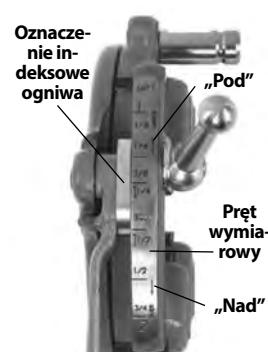

Rys. 8 – Wkładanie noży
4. Wyciągnąć wypust podkładki z gniazda w pręcie wymiarowym. Przesunąć podkładkę do końca gniazda (Rys. 8).
6. Włożyć w głowicę gwiniarską odpowiednie noże krawędzi z numerami do góry, aż linia wskaźnikowa wyrówna się z krawędzią głowicy gwiniarskiej (patrz Rys. 8). Numery na nożach muszą odpowiadać numerom na gniazdach noży w głowicy. Zawsze zmieniać noże całymi zestawami – nie wolno mieszać razem noży z różnych zestawów.